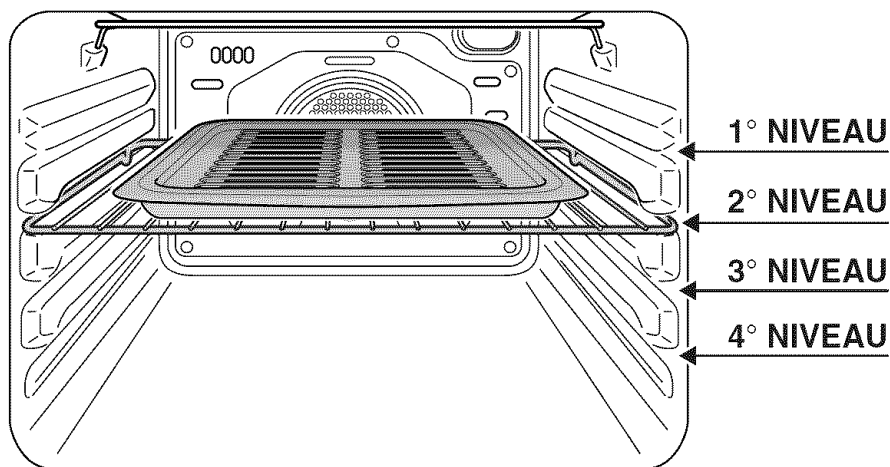
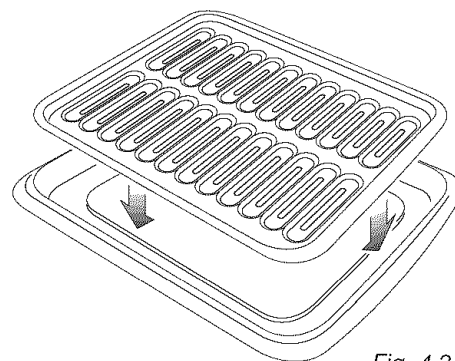

Fig. 4.2
Fig. 4.3
- Placez la grille sur le premier ou le deuxième support à partir du haut (fig. 4.2).
- Déposez la lèchefrite (fig. 4.3) dans le four. La lèchefrite doit être placée sur la grille et centrée avec l'élément du gril (fig. 4.2).